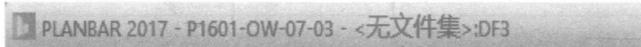

图 2-18
(1) 【标题栏】：在【标题栏】（图 2-18）中提示目前所在的项目，建筑结构/制图结构，制图文件信息。